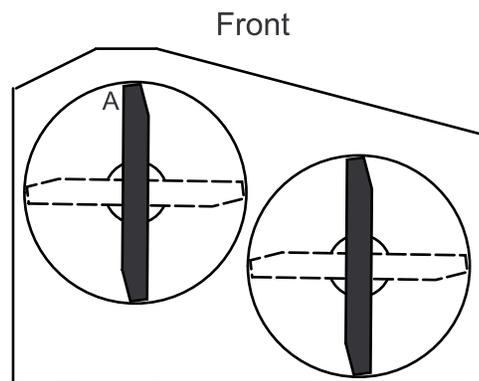

Figure 61
4. Mesurez au point A et entre la surface plane et le bord coupant des pointes des lames (Figure 61)